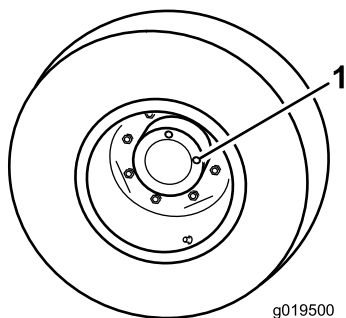

Figura 65
1. Coloque la máquina en una superficie nivelada, y coloque la rueda con un tapón de verificación (Figura 65) en la posición de las 12 y el otro en la posición de las 3.
1. Tapón de verificación/drenaje (2)
2. Retire el tapón de la posición de las 3 (Figura 65).